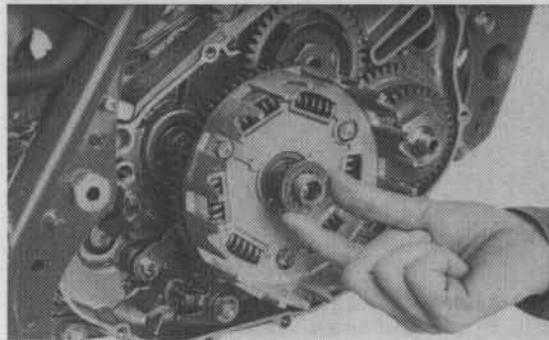

Bild 115
● Kupplungsinnenkorb (4) Bild 115) aufsetzen. Es folgen Sicherungsblech und Mutter. Innenkorb blockieren und Mutter mit 90 Nm anziehen. Belag und Stahlscheiben abwechselnd einsetzen. Scheibe A (grösserer Innendurchmesser) gemäss Bild 116 an zweiter und letzter Stelle einsetzen.
● Wellenscheibe (7) Bild 115 bzw. 16 Bild 116 an innerer Scheibe A anbringen.